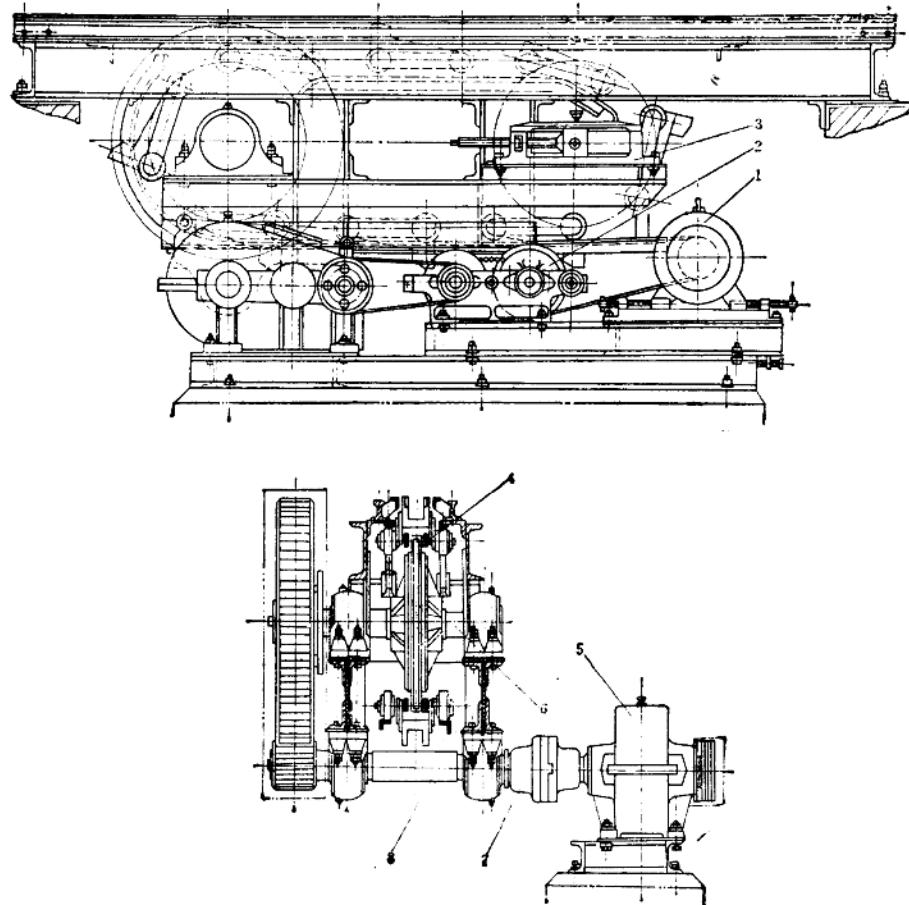

图8-1-2 驱动装置
(1) 驱动装置（图8-1-2）的检查
① 在运转中听各部轴承有无杂音；
② 无级变速器的传动带摩擦板及板端摩擦块有无脱落、调节螺栓转动是否灵活，摩擦盘面及盘孔磨损是否严重；
③ 各部轴承密封是否良好，有无油脂渗漏；
④ 轴承盖有无松动或严重磨损；
⑤ 带轮V形槽是否磨损严重，V形带是否被拉长或损坏；
⑥ 传动齿轮或链轮齿部磨损是否严重；
⑦ 调整联轴器圆盘磨损情况。